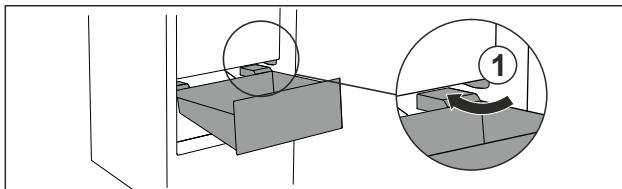

Fig. 98
- Schubfach schräg um die Stopper Fig. 98 (1) herumführen.